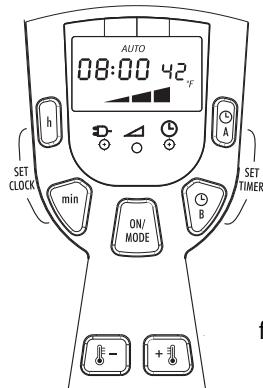

fig. 2
- Pulse la tecla “**h**” hasta ver la hora exacta en la pantalla, a continuación suelte la tecla (fig. 2).
- Pulse la tecla “**min**” para programar los minutos exactos que aparecen en la pantalla, a continuación suelte la tecla (fig. 2).
Programe la hora a la que quiere que el aparato se apague con la tecla "**h**" y la tecla "**min**". A continuación, confirme la hora de apagado presionando de nuevo la tecla del Temporizador "**A**". Entonces, la palabra "**AUTO**" aparece en la parte superior de la pantalla y el piloto "**(○)**" se enciende para indicar que el aparato está listo para funcionar a la hora programada manteniendo la temperatura elegida (fig. 2).
Si desea hacer funcionar el aparato sin programación (temporizador excluido) pulse la tecla “ON MODE” (fig. 2) la lámpara piloto “” amarillo se apagará.